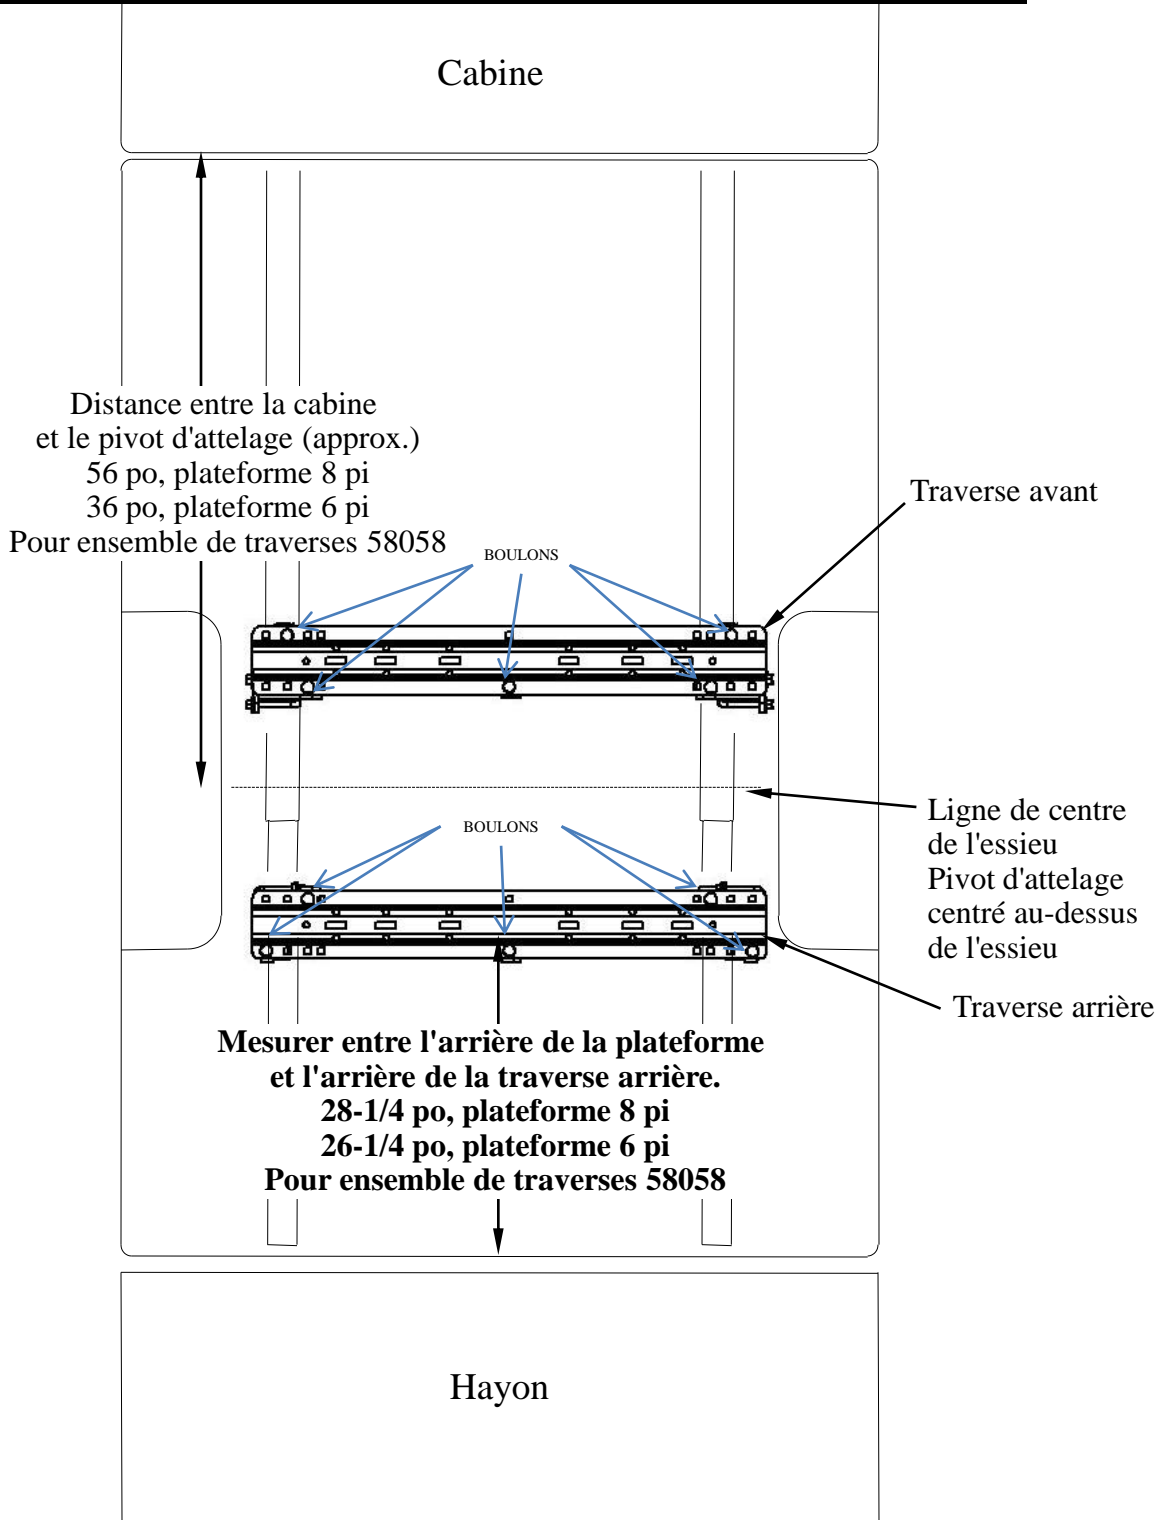

Figure 3
3. Placer la traverse de montage arrière dans la caisse de la camionnette. À l'aide du ruban à mesurer, centrer la traverse entre les joints de soudure sur la longueur du plancher de caisse, et déterminer la distance appropriée à partir du bord arrière de la caisse, comme illustré à la Figure 3 de la page 4.
4. Marquer l'emplacement des trous à l'aide d'un pointeau, comme illustré à la Figure 3. Écartez la traverse et percez chaque marque à l'aide d'une mèche 1/8 po. La rangée frontale de trous sur la traverse arrière doit passer à travers le support de plateforme.